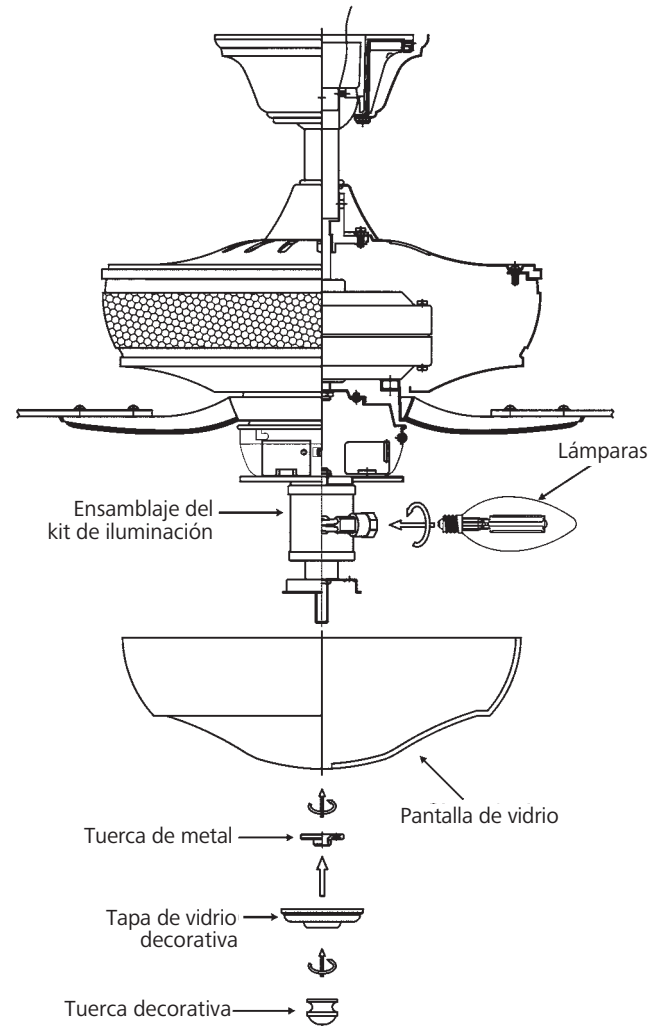

Fig. 20
Paso 2. Retire la tuerca decorativa, la tapa de vidrio y la tuerca de metal del vástago del artefacto de iluminación. Coloque la pantalla de vidrio sobre el vástago del artefacto de iluminación y asegure la pantalla con una tuerca de metal (el lado de goma debe tocar la pantalla). (Fig. 20)